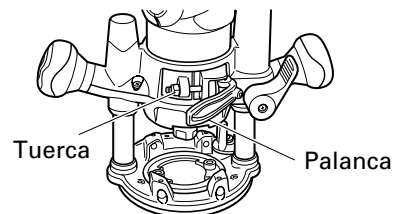

Fig. 3
- (3) Cierre la palanca. (Fig. 3)